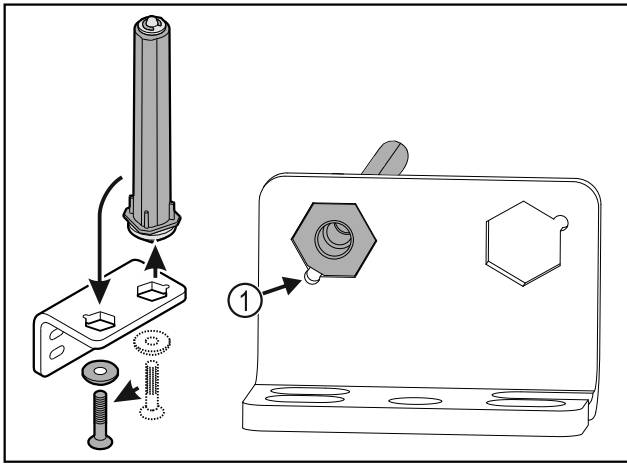

Fig. 30
- ▶ Ügyeljen arra, hogy felhelyezéskor a csapszeg élettörése Fig. 30 (1) a kerek furat felé mutasson.